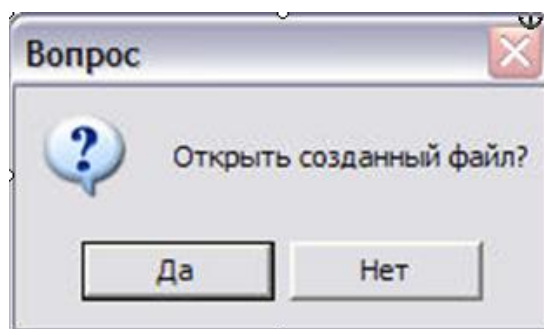

Рис. 21.219
3. Нажмите на кнопку **Сохранить**. При этом данные сохранятся в файле формата CSV, и появится окно с запросом (Рис. 21.219).